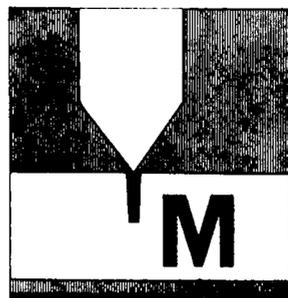

Bild 101
- Den Motor auf 5100 U/min beschleunigen und die Lichtblitzlampe wieder auf die Riemenscheibe richten. Die in Bild 62 gezeigte Markierung «M» (siehe Grossansicht in Bild 101) muss jetzt in einer Linie mit dem Blech am Steuerdeckel liegen. Die «M»-Marke weist auf die Höchstverstellung der Fliehgewichte hin und wenn sie nicht stimmt, ist irgendetwas an der Verstellung nicht in Ordnung.